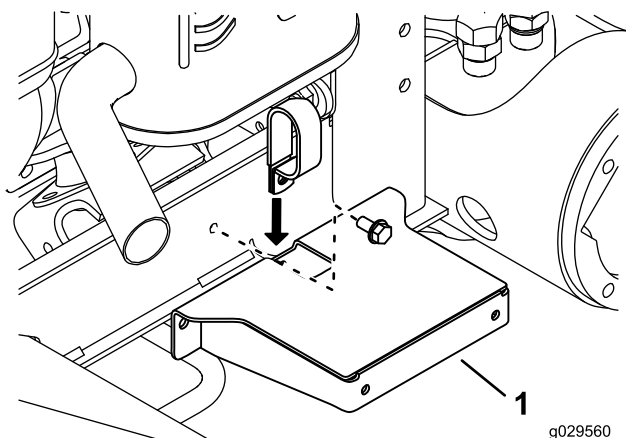

図 33
5. ホースクランプの底部をフェンダのマウントの上部についているスロットに通す 図 33。
11. ホースクランプとフェンダのマウントをフレームのチャンネル材に仮止めするホースクランプ、ボルト、ナットを使用 図 33を参照。